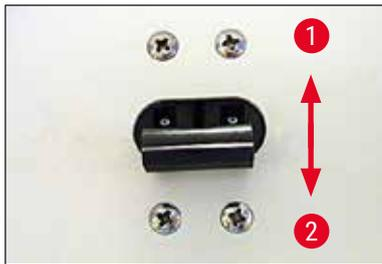

Fig. 12
- Pour la mise sous tension du coupe-circuit automatique (→ "Fig. 12"), mettez le coupe-circuit automatique dans la position de crantage supérieure (position 1 de l'interrupteur) (→ Fig. 12-1).
- Mettez l'appareil hors tension à l'aide du coupe-circuit automatique (→ "Fig. 12"). L'appareil effectue alors une procédure d'initialisation.